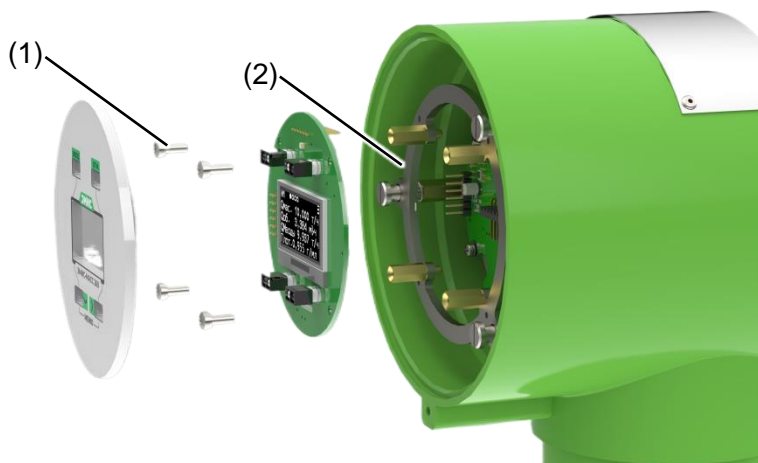

Рисунок 7.3. Поворот дисплейной панели ЭБ.
Конструкция электронного блока позволяет повернуть экран на угол кратный 90°. Модуль дисплея содержит крепежные отверстия по кругу, см. **Рисунок 7.3**. Для поворота экрана потребуется изменение положения модуля дисплея относительно крепежного кольца (2) внутри корпуса ЭБ, для этого необходимо:
- Открутить 4 винта (1), фиксирующих модуль дисплея на крепежном кольце (2);